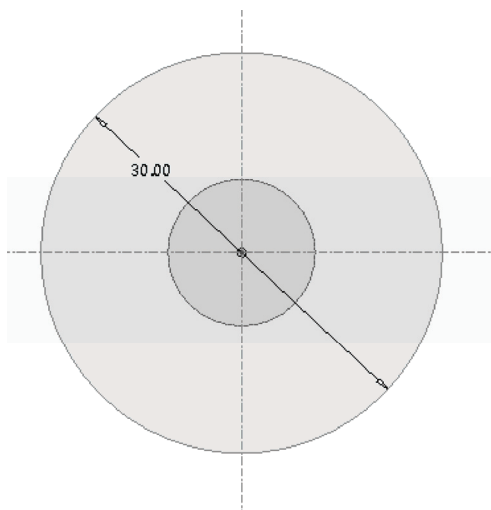

图 6-61 绘制草绘截面二
STEP 05 进入草绘环境，单击“草绘”选项卡中的相应按钮，绘制草绘截面，如图 6-61 所示。